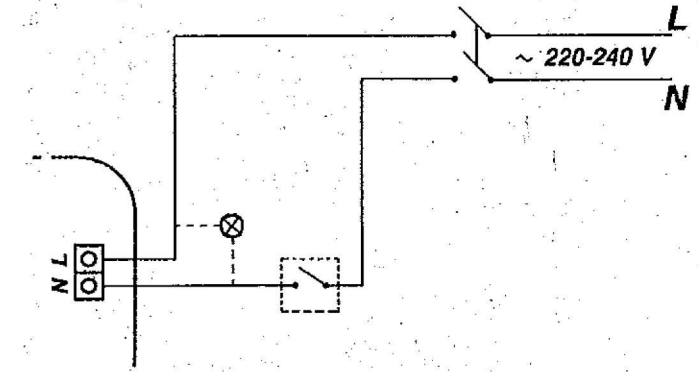

Fig. 7
Bij het standaard model kan de bedrading van de elektriciteitskabel gewoon op het kroonsteentje in de ventilator worden aangesloten (fig. 7).
5. Træk el-ledningen igennem en ny eller den eksisterende åbning E og udfor de elektriske forbindelser som anvist i ledningsdiagrammet (fig. 7, 8, 9 & 10).
For standardmodellerne skal elforsyningen forbindes med de to terminaler N-L (fig. 7).